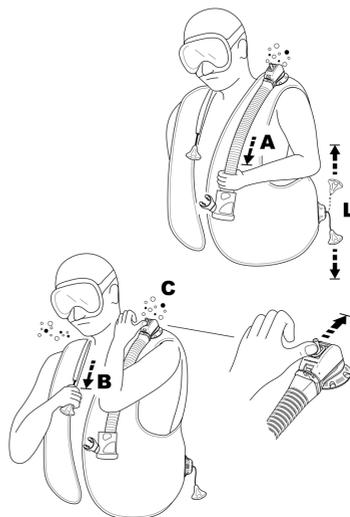

fig. 7
Arrêtez-vous et mettez-vous en position verticale dans l'eau. Lorsque c'est fait, ouvrez la soupape de purge manuelle en tirant doucement vers le bas l'ensemble de la soupape buccale/de pression (fig. 7-A). Il n'est pas nécessaire d'utiliser une force excessive pour tirer sur l'ensemble du flexible. Le déplacement de la soupape est limité, et tirer plus fort n'augmentera pas le flux d'air. Pour fermer la soupape de purge manuelle, arrêtez de tirer vers le bas et relâchez.
- La soupape de purge double SCUBAPRO® (brevetée) possède une broche manuelle de sécurité en haut (fig. 7-C) qui, en la poussant vers le haut, libère l'air en cas de défaillance du système de purge manuelle (câble coupé, broche défaillante, etc.) ou lorsque vous respirez dans un Air 2.
- a) une traction douce sur l'ensemble du flexible (fig. 7-A)
- b) une poussée sur la tige qui ressort du boîtier de la soupape (fig. 7-C) (breveté) : ce système peut également être utile pour purger l'air d'un autre plongeur qui rencontre des problèmes (panique, plongeur débutant, perte de conscience, etc.)
La soupape de purge qui se trouve sur l'épaule droite, si elle existe, est activée en tirant doucement sur le bouton qui est attaché par une lanière à la soupape elle-même (fig. 7-B). Pour faire fonctionner l'une ou l'autre des soupapes de purge, orientez celle-ci de manière à ce qu'elle soit légèrement plus haute que l'air qui se trouve dans le gilet. Activez la soupape
de purge jusqu'à ce que la flottabilité désirée soit atteinte. Pour refermer la soupape, arrêtez de tirer ou de pousser (fig. 7-B)
#### **Soupape de purge basse (fig. 7-L)**